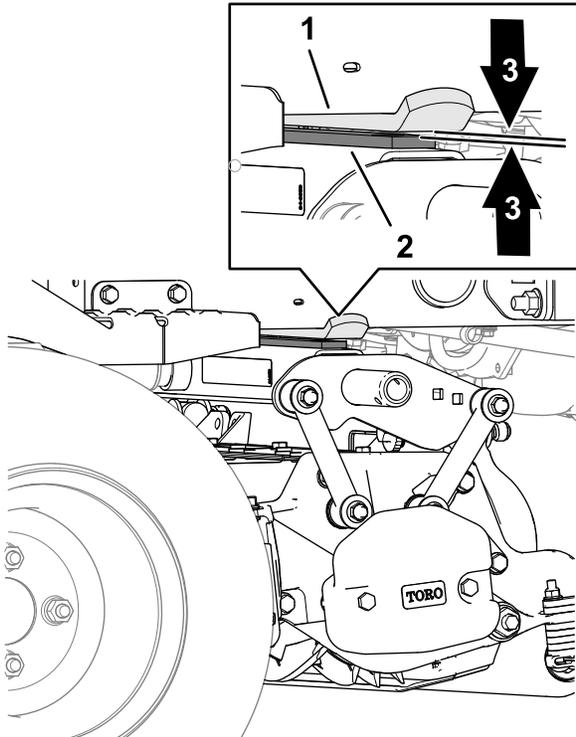

Figure 27
- Sur l'unité de coupe arrière, mesurez le jeu entre la bande d'usure sur la barre d'usure de l'unité de coupe et la butée (**Figure 27**).